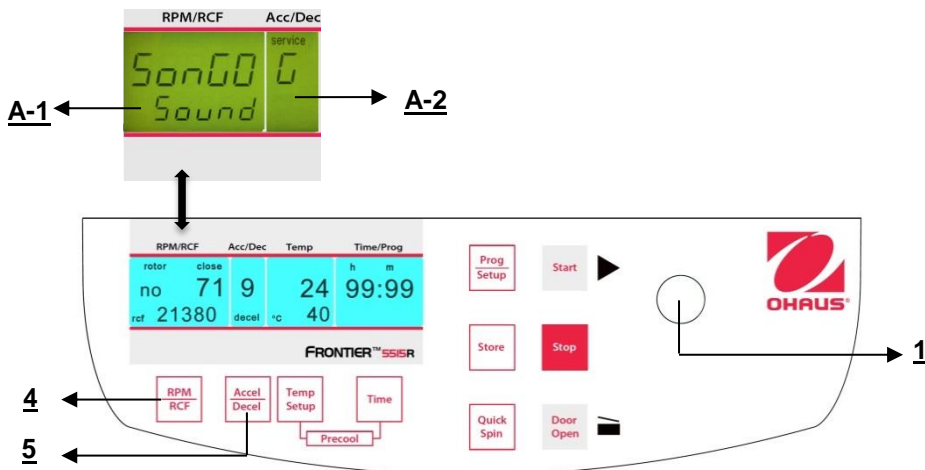

Abbildung. 35
Fahren Sie fort wie unter Punkt 4.1.2 beschrieben, um in den Programmmodus einzutreten und drücken Sie dann die Taste "Accel/Decel"(5). Auf der Anzeige blinkt "Acc/Dec" (A-2) das Wort "Service". Wählen Sie nun den Buchstaben "G" mit Hilfe des Anpassungsknopfes (1). Als Ergebnis erscheinen auf der Anzeige "RPM | RCF" (A-1) die Worte "SonGo/Sound". Nach dem Drücken der Taste "RPM | RCF" (4) können Sie mit Hilfe des Anpassungsknopfes (1) ein Lied auswählen. (Siehe Abbildung 35).